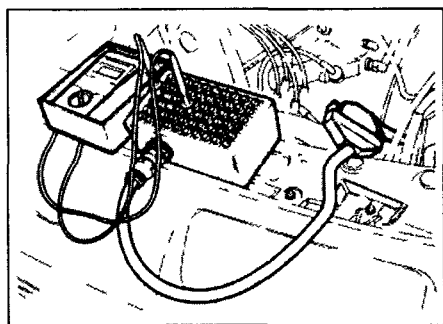

Рис. 5.14,б. Прибор Ford (BOB - Break Out Box), соединенный проводом с БЭУ
14 Проводя проверки БЭУ, обратите внимание на следующее (рис. 5.14,а):
- а) Компания Ford рекомендует использование прибора для определения неисправностей Break Out Box (каталожный номер 29001) и соединительный кабель (каталожный номер 29002) (рис. 5.14,б). Однако, большинству читателей этих строк вышеуказанные приборы недоступны. Можно обойтись и без них. Осциллограф с низковольтным входом будет полезен, но и хорошего (с высоким входным сопротивлением порядка 10 кОм) мультиметра будет вполне достаточно.